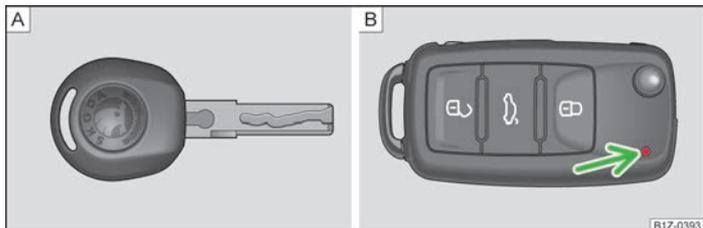
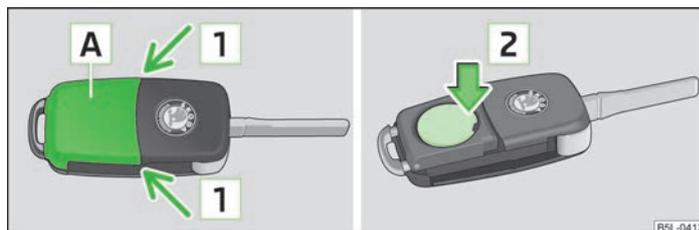

Fig. 8 Llaves sin telemando/llaves con mando a distancia
Fig. 9 Llave con radiotelemando: Quitar la tapa/extraer la pila
Con el vehículo se suministran dos llaves. Según el equipamiento, su vehículo puede estar provisto de llaves sin mando a distancia » fig. 8 - [A] o de llaves con mando a distancia » fig. 8 - [B].
Cada llave principal de radiotelemando contiene una pila que está alojada debajo de la tapa [A] » fig. 9. Si la pila está descargada, después de pulsar una tecla de la llave, no parpadea el testigo de control rojo » fig. 8 de la página 26 - [B]. Le recomendamos que lleve a cambiar las pilas de la llave a un contratante ŠKODA. Si, de lo contrario, desea cambiar la pila descargada Vd. mismo, proceda como sigue.
- Presionar la tapa del compartimento de la pila pulsando con el pulgar o con un destornillador plano en la zona de la flecha [1] » fig. 9.